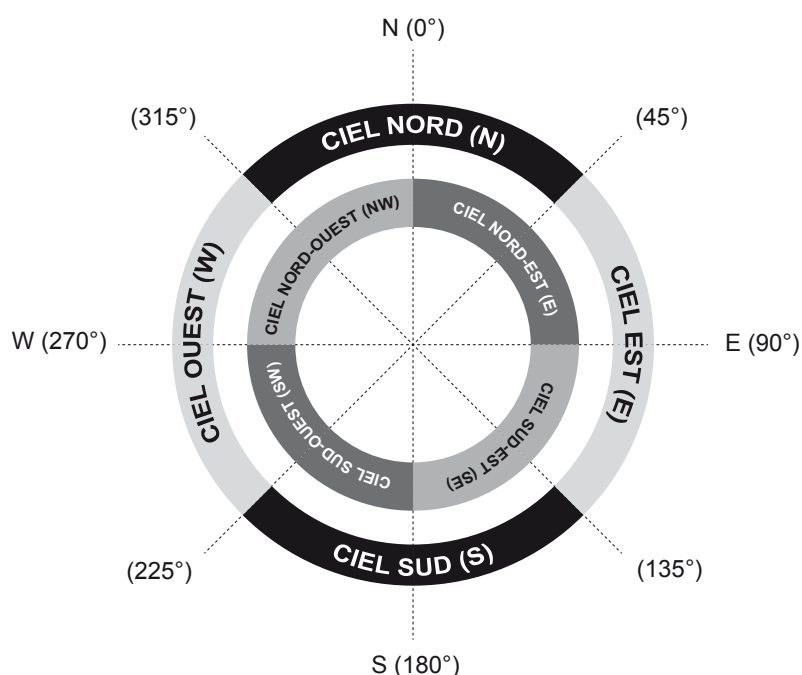

Fig. 3.4a
2. L'écran affiche *Select Region*. Utilisez les touches de défilement pour choisir l'un des 8 points cardinaux ou inter-cardinaux, parmi ceux de la Fig. 3.4a, qui correspond à la position approximative de l'étoile que vous avez choisie. Appuyez sur **ENTER** pour valider.